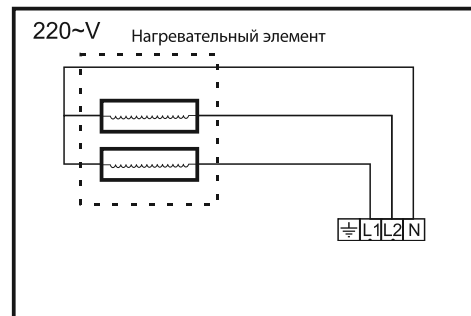

Рис.5
4. Подключение к электрической сети осуществляется с помощью соединительной колодки* к 4-х жильному электрическому кабелю выведенному из корпуса прибора (см. рис. 5).
Инфракрасный обогреватель подключаются к терморегулятору согласно схеме подключения (см. рис. 5). Терморегулятор должен быть рассчитан на силу тока обогревателя. К одному терморегулятору